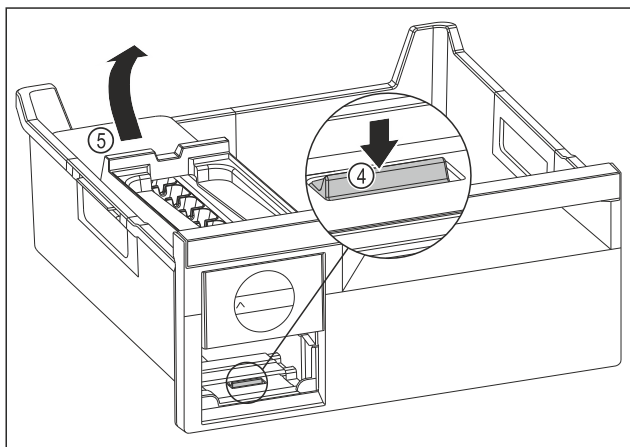

Fig. 82
- ▶ Scoaterea corpului EasyTwist-Ice: Apăsați eclisa Fig. 82 (4) cu degetele în jos și concomitent cu cealaltă mână ridicați corpul EasyTwist-Ice Fig. 82 (5) din spate.